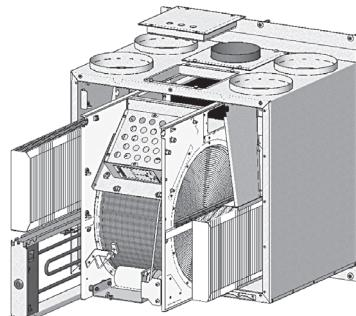

Bild 17
Es wird empfohlen, 3–4-mal pro Jahr eine Kontrolle des Lüftungsgerätes KOMFOVENT DOMEKT REGO 400VE(W) durchzuführen. Alle Komponenten im Inneren des Geräts sind zur Reinigung leicht zu entfernen. Vergessen Sie nicht die Kabel von elektrischen Komponenten zu trennen und lösen Sie die Schrauben der Elektronenheizung und des Rotationswärmetauschers. (Bild 17).